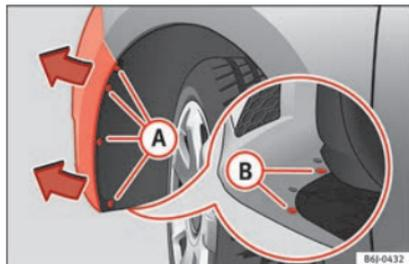

Fig. 191 Faro fendinebbia: accesso al connettore e al portalampeade.
- Servirsi di un cacciavite per rimuovere le 4 viti A » fig. 191 situate all'interno del passaruota e le 2 viti inferiori B » fig. 191 del paraurti.